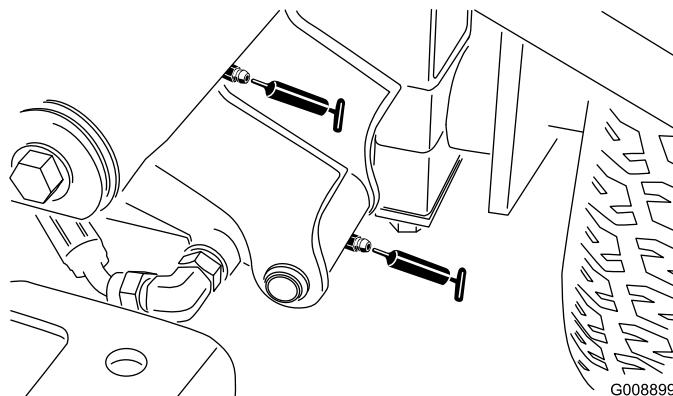

図 52
- ・ 左前昇降アームのピボット昇降シリンダ（2ヶ所）（図 52）